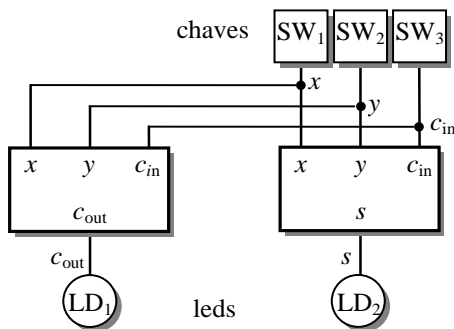

Figura 5.20 Somador completo implementado pelos circuitos de s e c_{out} .
- ☐ Interconecte as entradas x, y, c_{in} às mesmas chaves do circuito anterior (s) para que os dois circuitos funcionem com as mesmas entradas. Use furos livres das trilhas verticais em que as chaves já estão conectadas no circuito de si. Você terá o somador completo de um bit montado no *protoboard*, como ilustra a Figura 5.20